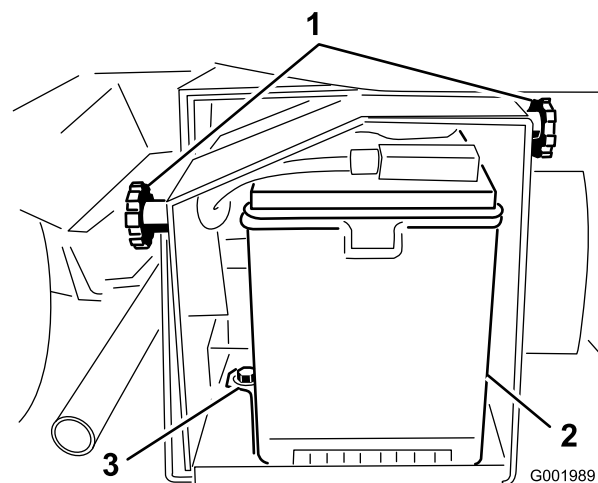

Figure 52
2. Desserrez les boutons sur les côtés du bac de la batterie et enlevez le couvercle de la batterie (Figure 52).
5. Retirez le dispositif de retenue et les fixations de la batterie (Figure 52).
2. Posez le dispositif de retenue de la batterie et serrez-le avec les fixations retirées précédemment (Figure 52).
4. Posez le couvercle de la batterie et fixez-le à l'aide des 2 boutons (Figure 52).
1. Desserrez les boutons sur les côtés du bac de la batterie et enlevez le couvercle de la batterie (Figure 52).